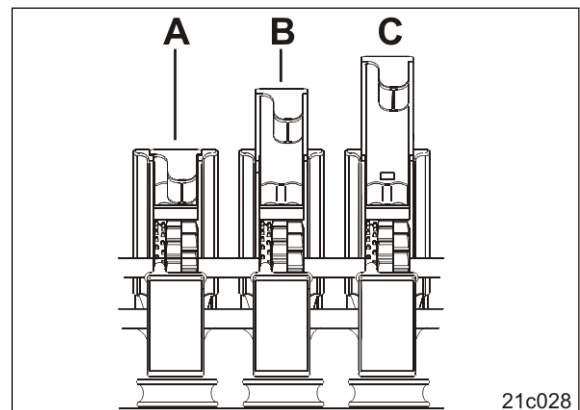

Fig. 69
2. Ajuste los pasadores de cierre (Fig. 69) al valor de la tabla (véase Fig. 28, en la página 51).
Los pasadores de cierre (Fig. 69) se enclavan en una de las tres posiciones: